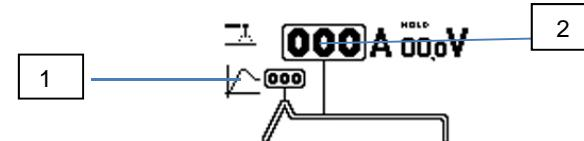

Bild 4
- OPTION HOTSTART (Bild 4, Ref 1)
- SCHWEISSSTROM (Bild 4, Ref. 2)